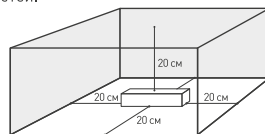

Рис. 1. Свободное пространство вокруг источника
- 4.3. Для естественной вентиляции обеспечьте не менее 20 см свободного пространства вокруг источника питания, как изображено на рис. 1. При невозможности обеспечить свободное пространство используйте принудительную вентиляцию. В случае установки в ограниченном пространстве (например, лайтбокс или профиль) предусмотрите обеспечение требуемого температурного режима.